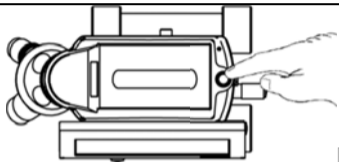
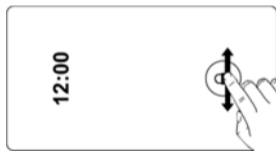

图 1
图 2
**开关机：**按住电源开关键 2 秒后松开，屏幕将出现设备启动画面（如图 1），设备完全启动后，向上或下滑动屏幕中的解锁图标（如图 2），仪器将进入系统界面。同样按电源开关 2 秒后，屏幕将出现关机、重新启动、待机画面选择画面，点选关机即可完成设备关机，点选待机后设备会进入休眠状态，单按一次仪器电源开关，设备将从休眠状态中唤醒，进入工作状态。设备开机状态单按一次仪器电源开关设备也将会处于待机状态。